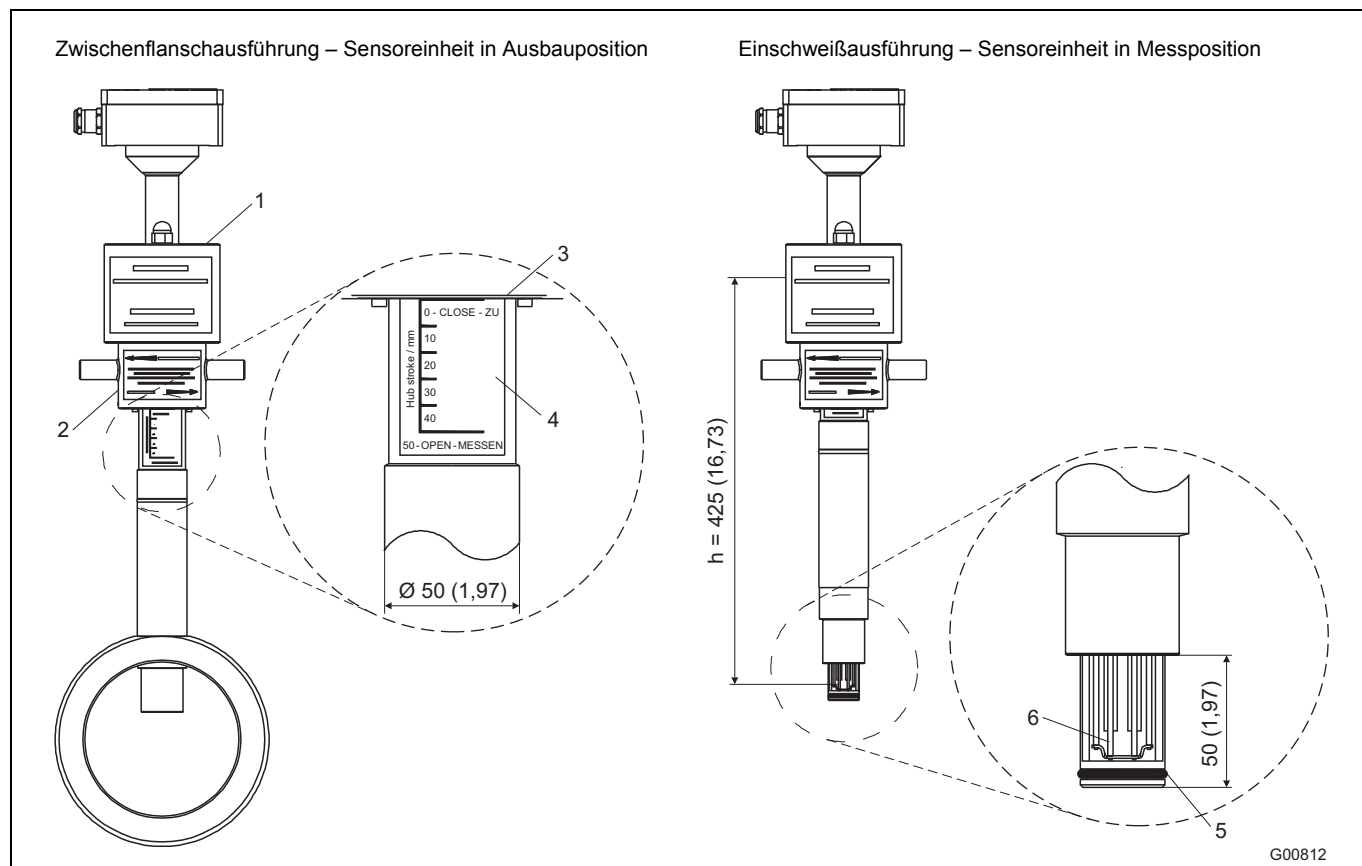
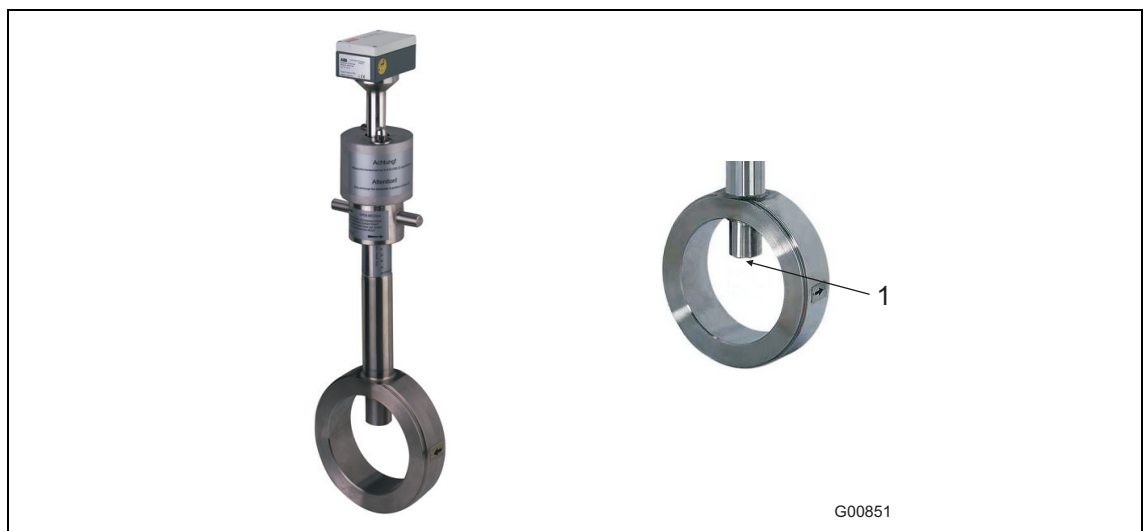

Abb. 6: Abmessungen in mm (inch)
Abb. 8: Wechsellvorrichtung in Ausbauposition
- 1 Der Aufschweißadapter muss nach dem Aufschweißen die Länge L aufweisen (siehe Abb. 7 und Abb. 8)
Die Wechsellvorrichtung ist für Druckbelastungen von max. 16 bar abs. ausgelegt. Um Austauschbarkeit zu den Standard-Rohrbauteilen der Bauform 1 zu gewährleisten, wurde die Zwischenflanschversion (Abb. 8) für DIN-Flansche DN 50 und DN 80 in Druckstufe PN 40 ausgeführt. Bei der Ausführung DN 65 in Druckstufe PN 16 sind Anschlussflansche mit 4 Schraubenlöchern zu verwenden. Zöllige Ausführungen 2 ... 8" sind für Anschlussflansche ASME B16.5 Cl.150 ausgelegt. Passende Messwertaufnehmerlängen siehe Abb. 6.
Abb. 8 (linkes Bild) zeigt die eingebaute Zwischenflanschversion der Wechsellvorrichtung in Ausbauposition. Das Führungsrohr befindet sich in der oberen Endstellung und verschließt somit die Sensyflow-Öffnung (rechtes Bild).
- Die Wechselvorrichtung muss sich in Ausbauposition befinden (Abb. 8), die Sensyflow-Öffnung ist abgedichtet.
- Messumformer mittels Überwurfmutter in Messposition drehen (Abb. 11). Die Unterkante der Überwurfmutter zeigt die Position des Messelementes an. Erst bei Erreichen der Messposition 50 - OPEN - MESSEN (unterer Anschlag der Überwurfmutter) befinden sich die Messelemente in Rohrleitungsmitte und können genaue Werte liefern (siehe Detail A in Abb. 6).
- Wechsellvorrichtung mittels Überwurfmutter in Ausbauposition drehen. (Oberer Anschlag der Überwurfmutter, Schriftzug 0 - CLOSE - ZU muss sichtbar sein; (siehe Detail A in Abb. 6).